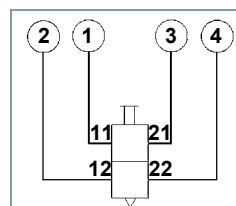

Fig. 3 Raccordi di test
- Collegare l'apparecchio ai raccordi di test (vedere fig. 3).